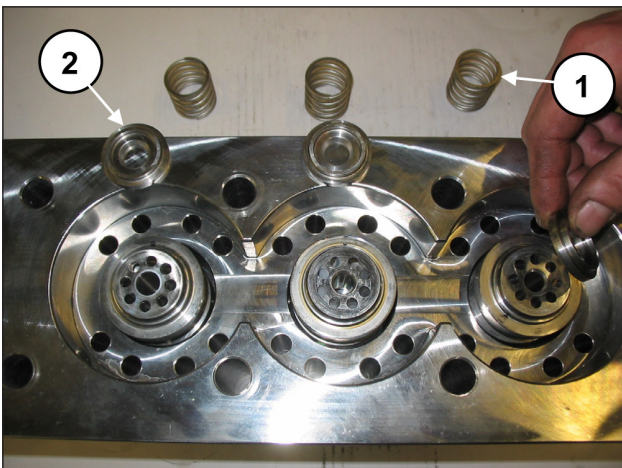

Abb. 114
Achten Sie beim Ausbau der Buchsen darauf, nicht die Ventilfeeder und die Flachventile zu verlieren (Pos. ① und ②, Abb. 114), da diese nur bündig eingesetzt sind und herausfallen können.